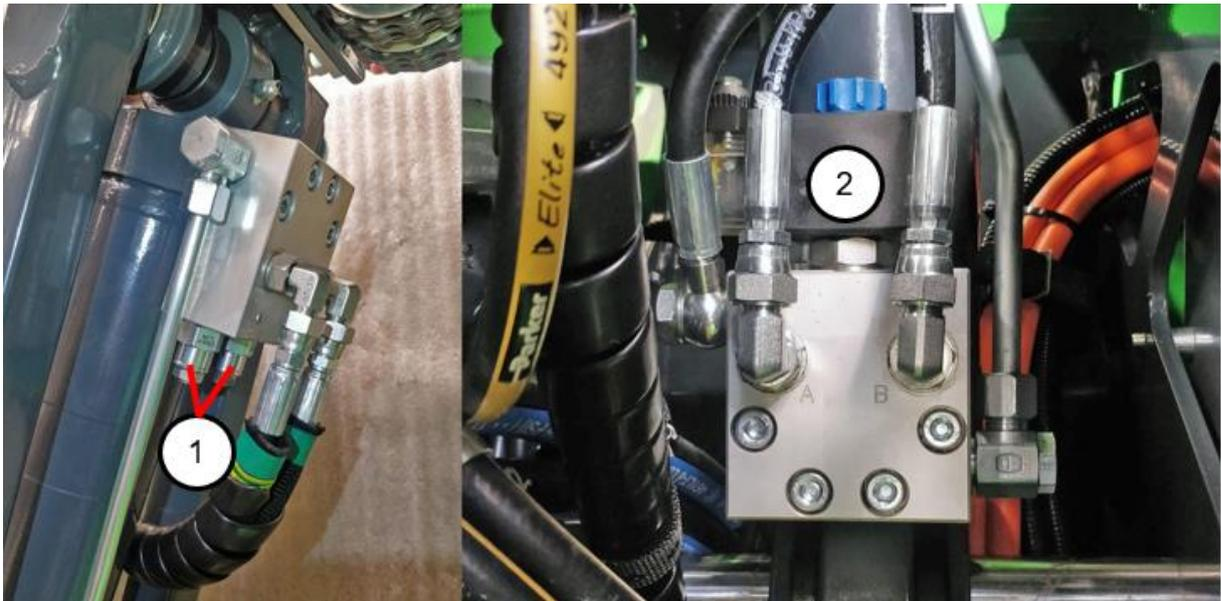

Abbildung 24 Zylinderhydraulikverteiler. Auslegerarmzylinder (links) und Hubzylinder (rechts).
Der Überlastüberwachungsmechanismus befindet sich zwischen der Arbeitsplattform und der Plattformunterstützung (Abbildung 24). Die Korbbelastung wird mit einem Lastsensor (1) gemessen, der der Norm EN 280 entspricht.